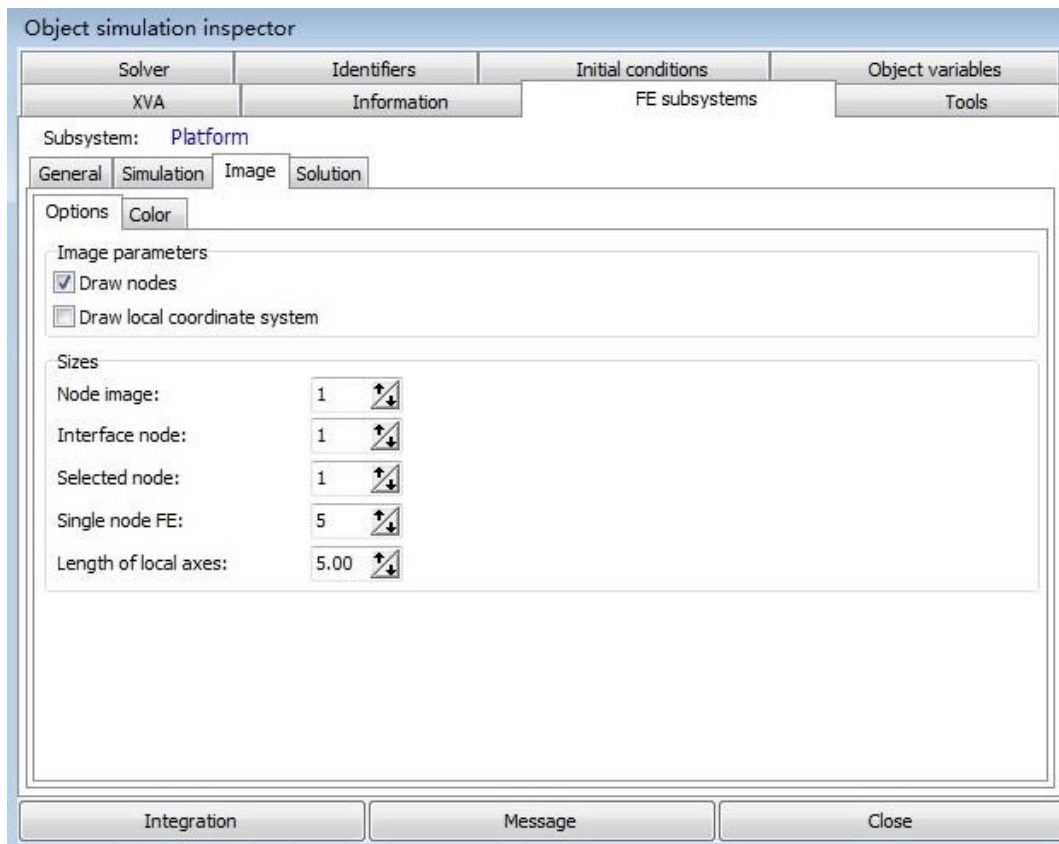

图 2.36
3. 打开仿真控制界面，在**FEM subsystems | Image**页面，用户可自由设置单元和节点的显示特征，如图 2.36所示。